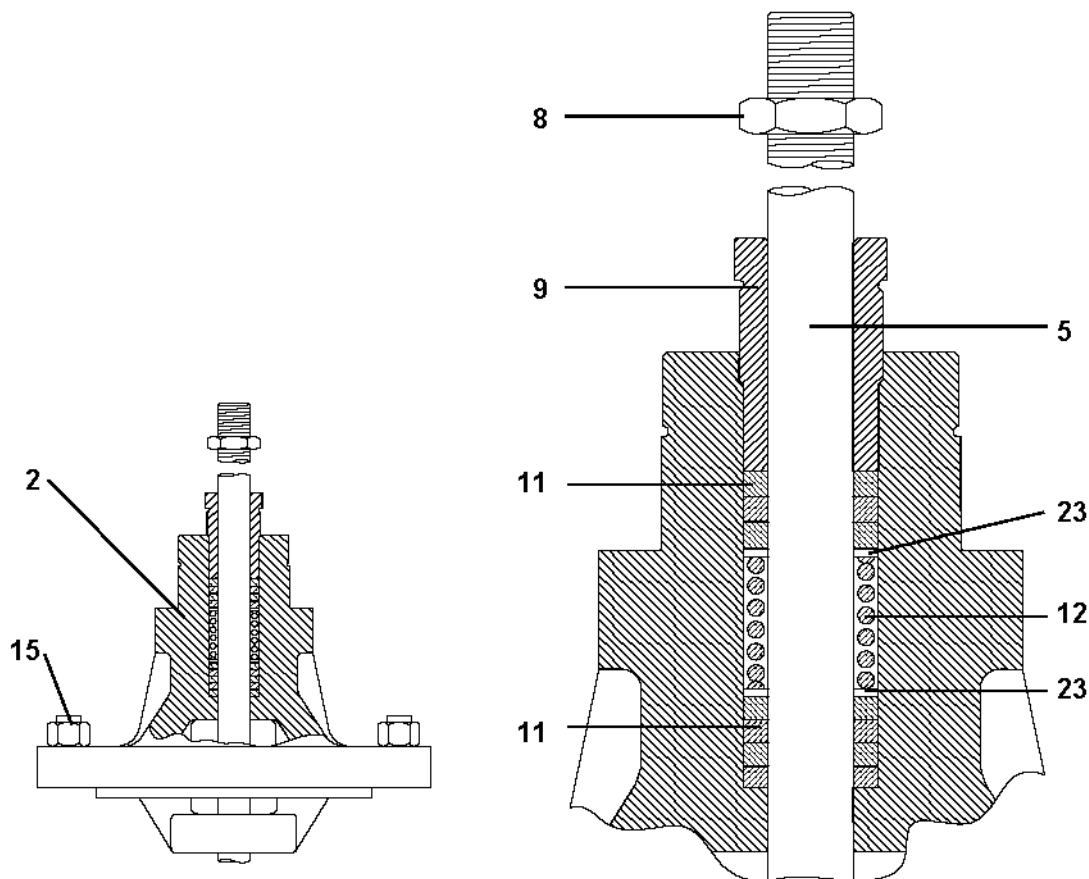

Fig. 4
- g) En utilisant un nouveau joint (13), remonter le chapeau. Replacer et serrer à la main les écrous de chapeau (15) et tout en poussant la tige de vanne afin que le clapet atteigne le siège, resserrer les écrous suivant le couple de serrage recommandé (voir Tableau 1, page 14).
- h) Insérer les rondelles, le ressort et de nouvelles bagues d'étanchéité en PTFE ou graphite dans la garniture en suivant la séquence montrée sur la Fig. 4. Prendre soin de ne pas endommager les surfaces des garnitures.
- i) Remonter l'écrou des garnitures (9) et serrer jusqu'à obtenir une résistance puis dévisser de 2 tours.
- j) S'assurer que la tige de vanne (5) se déplace librement.
- k) Remonter l'écrou de blocage (8).
4.2.2 Procédure pour le remplacement de la tige de vanne (se référer aux Fig. 4, 5 et 6)
4.2.3 Procédure pour le remplacement de la tige, du clapet et des sièges sur les vannes de mélange (se référer aux Fig. 4 et 7)
4.2.4 Procédure pour le remplacement de la tige, du clapet et des sièges sur les vannes de répartition (se référer aux Fig. 4 et 8)